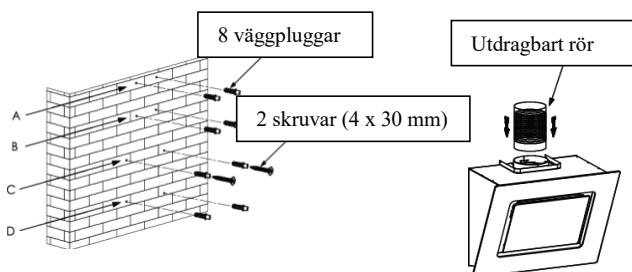

Bild 2
4. Borra åtta hål med diameter 8 mm på rekommenderad höjd. Position A är avsedd för montering av platta II och schaktets innerdel. Position B är avsedd för montering av platta I och schaktet (innerdel och ytterdel) på väggen. Position C är avsedd för montering av flätkåpan på väggen. Vid position D sätts flätkåpan även fast med säkerhetsskruvarna för ökad säkerhet. Sätt dit flätkåpan tillsammans med de två medföljande skruvarna (4 x 30 mm) och väggpluggar vid position C (se bild 2).